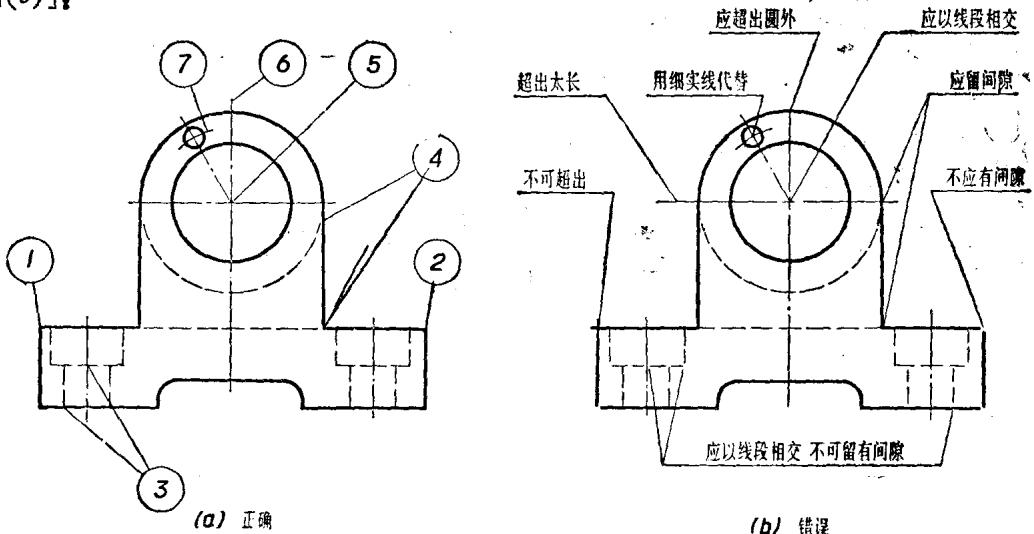

图 1-11 图线在相交、相切处的画法
同一图样中的同类图线，其宽度应保持基本一致，长度和间隔也应大致相同，而且要画得光滑、美观。怎样才能达到这些要求呢？除了通过一定时间的练习、记住各种图线的规格外，还要掌握削铅笔的技巧，以及正确使用工具和仪器，并应注意以下几点[对比图 1-11(a) 和(b)]：
(一) 粗实线与粗实线相交时,其相交处既不可留有间隙,也不可超出线外,见图 1-11(a)中的①和②。
(二) 虚线与虚线以及与其他图线相交时,应以线段相交,不可留有间隙,见图 1-11(a)中的③。
(三) 虚线为粗实线的延长线(或延长弧)时,粗实线应画到分界点,虚线则留有间隙,见图 1-11(a)中的④。
(四) 点划线用作圆的中心线时应以线段相交,而不应以点相交,见图 1-11(a)中的⑤,且应超出圆外约 2~5 毫米,见图 1-11(a)中的⑥。对于较小的圆,可用细实线代替点划线,见图 1-11(a)中的⑦。